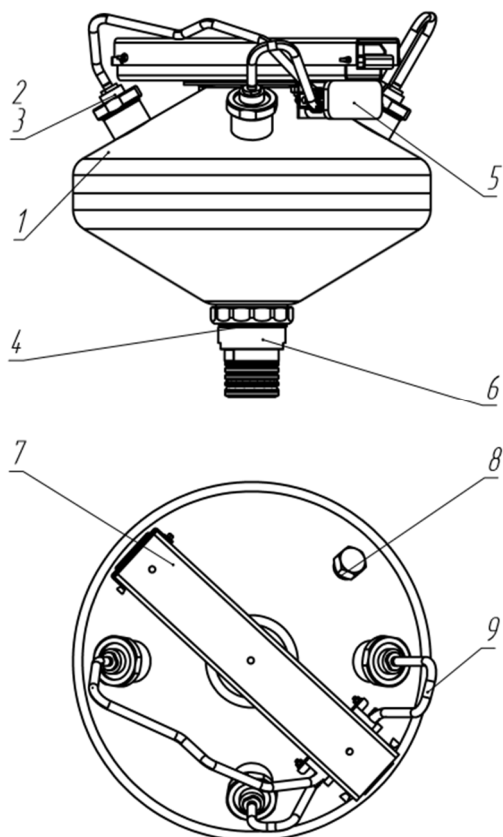

Рис. 1. Общий вид модуля МУПТВ-14,5-Г-В.
4.1. Конструкция модулей МУПТВ-14,5-Г-В представлена на рис. 1.